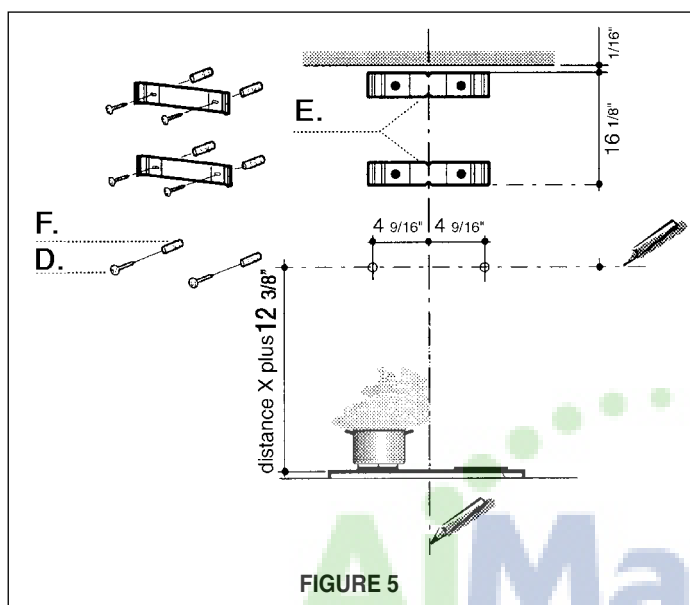

FIGURE 5
3. Déterminer la distance entre la hotte et la table de cuisson (**distance X de la FIGURE 4A ou 4B**). Marquer la ligne horizontale la hauteur de **distance X plus 12 3/8 po (de la FIGURE 5)**.